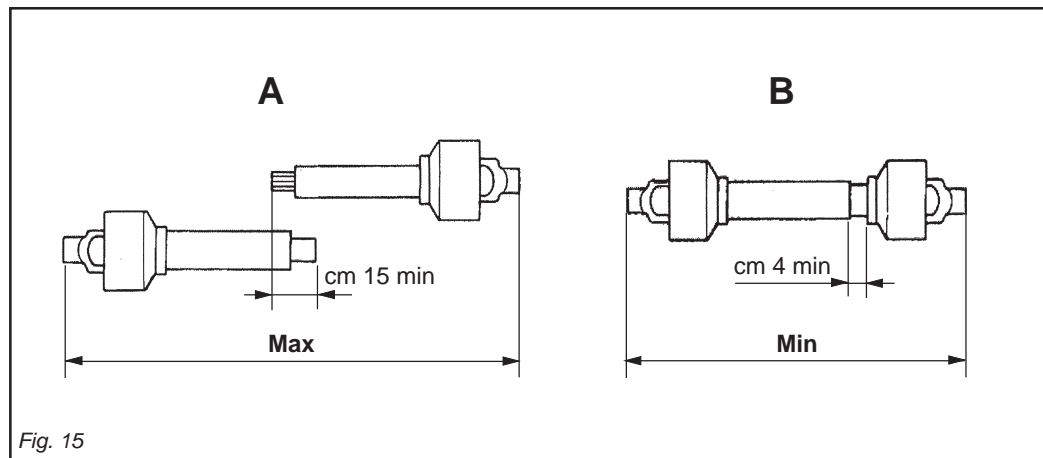

Fig. 15
- La copertura (C Fig. 14) dei tubi scorrevoli deve essere di 15 cm minimo (Fig. 15).
- The sliding tubes (C Fig. 14) must overlap by at least 15 cm (Fig. 15).
- La couverture (C Fig. 14) des tubes coulissants doit être au minimum de 15 mm (Fig. 15).
- Die Überdeckung (C Abb. 14) der Gleitrohre muss mindestens 15 cm ausmachen (Abb. 15).
- La cobertura (C Fig. 14) de los tubos corredizos debe ser como mínimo de 15 cm (Fig. 15).
Quando l'albero cardanico è sfilato al massimo, i due tubi devono sovrapporsi per almeno 15 cm. Quando esso è inserito al massimo, il gioco minimo consentito deve essere di 4 cm. (Fig. 15).
When fully inserted, the minimum play must be 4 cm. (Fig. 15).
Quand l'arbre à cardans est déboîté au maximum, les deux tubes doivent se superposer d'au moins 15 cm. Quand il est entièrement rentré, le jeu minimum admissible doit être de 4 cm. (Fig. 15).
Wenn die Gelenkwelle so weit wie möglich auseinandergezogen ist, müssen die beiden Teile sich noch um wenigstens 15 cm überlappen. Wenn die beiden Teile ganz zusammengeschoben sind, muß das kleinstmögliche Spiel 4 cm ausmachen (Abb.15).
Quando el árbol cardánico está extraído al máximo, los dos tubos deben sobreponerse por lo menos 15 cm. Cuando está inserido al máximo, el juego mínimo permitido debe ser de 4 cm. (Fig. 15).